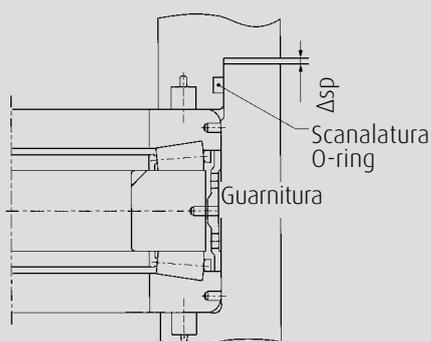

Fig. 3.44 Montaggio temporaneo senza molle di precarico
5. Misurare la distanza fra la superficie terminale della guarnitura e la superficie della flangia del coperchio ( $\Delta_{sp}$ ) con uno spessore in diversi punti attorno ai dadi e stabilire la distanza media ( $\Delta_{sp}$ ). (Fig. 3.44)